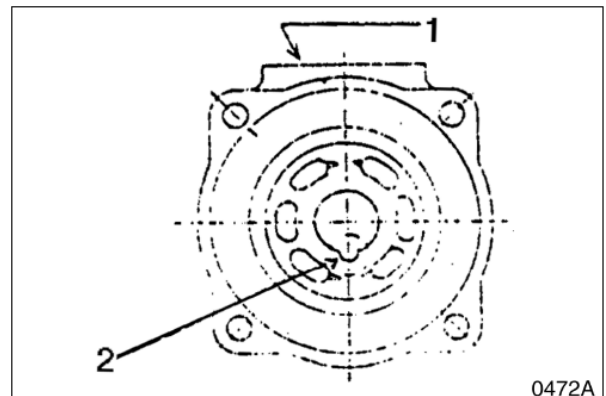

Рис. 43
17. Вставить клапанный диск (131) и уплотнительное кольцо в верхнюю клапанную крышку (303). См. деталь с пометкой "R" (2, рис. 43) на клапанном диске, повернутом от монтажных фланцев (1) на стороне клапанного диска. Слегка смазать уплотнительное кольцо, чтобы оно держалось на месте при сборке.